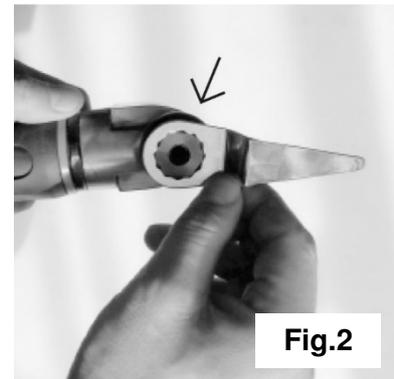

Fig.2
- 1.3. Das Blatt zusammenbauen, indem die Oberfläche des Sturzes nach oben zeigt (Abb.2).